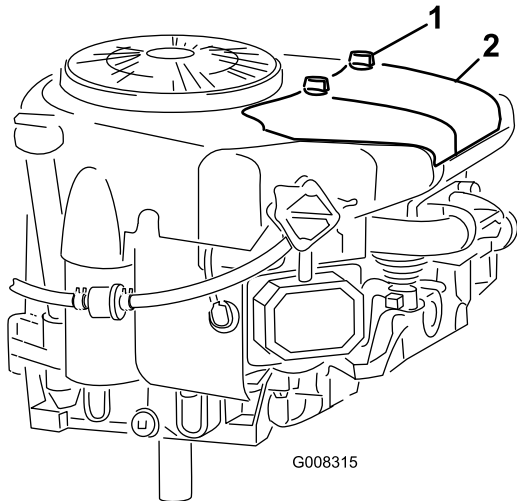

Figure 20
2. Dévissez les boutons et déposez le couvercle du filtre à air (Figure 20).